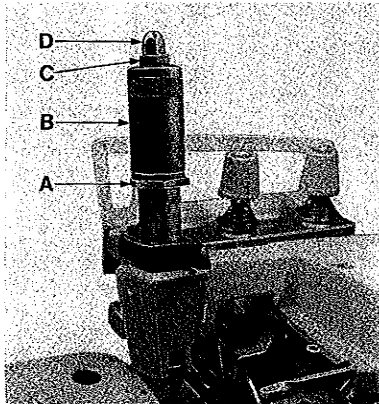

Fig. 2
Sufficient presser foot pressure to feed work uniformly should be maintained. Should it be necessary to increase or decrease amount of pressure on presser foot, loosen lock nut (A, Fig. 2) and turn adjusting screw (B). Adjusting screw has a right hand thread so tightening increases pressure, loosening decreases pressure. When pressure adjusting screw (B) has been properly set, tighten lock nut (A). With presser foot resting on throat plate, position locking nut (C) so that its under surface is approximately 0,8 to 1,6 mm (1/32 to 1/16 inch) from the top surface of adjusting screw (B). Set cap (D) against locking nut (C).
Zum gleichmäßigen Transport des Nähguts muß der Drückfuß genügend Druck ausüben. Wenn der Druck auf den Drückfuß verstärkt oder vermindert werden muß, lösen Sie die Sicherungsmutter (A, Fig. 2) und drehen an der Einstellschraube (B). Die Einstellschraube hat ein Rechtsgewinde, so daß anziehen der Schraube den Druck verstärkt und lösen der Schraube den Druck vermindert. Wenn die Druck-Einstellschraube richtig eingestellt ist, ziehen Sie die Sicherungsmutter (A) an. Bei auf der Stichplatte aufliegendem Drückfuß, stellen Sie die Befestigungsmutter (C) so, daß zwischen ihrer Unterseite und der Oberseite der Einstellschraube (B) ein Zwischenraum von 0,8 bis 1,6 mm verbleibt. Ziehen Sie die Hutmutter (D) gegen die Befestigungsmutter (C).